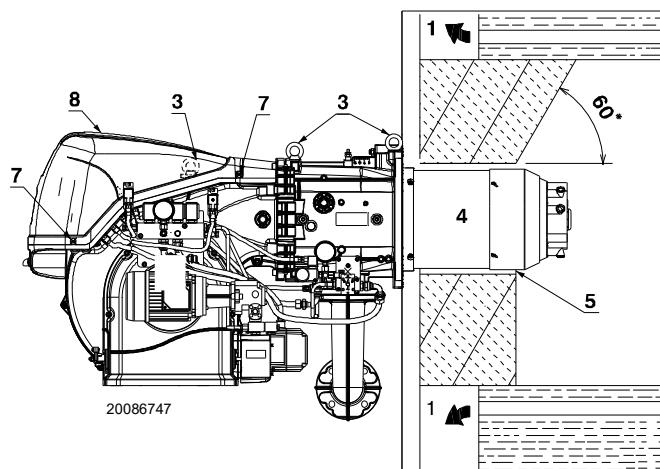

Рис. 15
Для котлів з передніми димоходом 1)(Рис. 15) або камерою інверсії полум'я захист з вогнетривкого матеріалу 5) повинен бути вставлений між футеруванням котла 2) та трубою нагнітальної системи 4).
Підготуйте відповідну підймальну систему за допомогою кілець 3)(Рис. 15), попередньо відкрутивши кріпильні гвинти 7) корпусу 8).
- Установіть теплоізоляцію з комплекту постачання на полуменеву трубу 4)(Рис. 15).